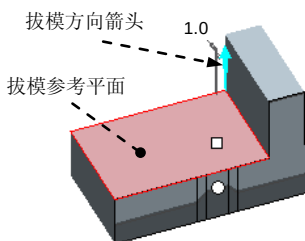

图 4.1.12 选取拔模方向参考
Step5. 选取图 4.1.12 中的模型表面为拔模方向参考。